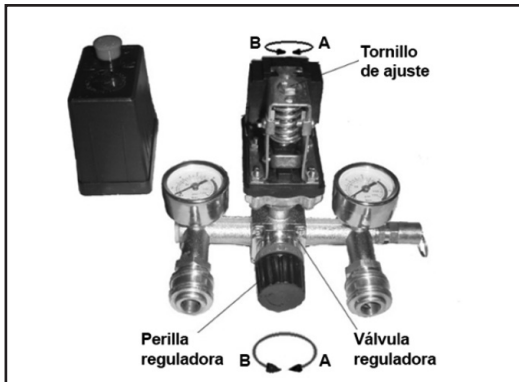

Fig. 3
Tan pronto como el motor se apaga, el aire comprimido en la tubería se descarga, debe liberarse a través de la válvula de liberación bajo el interruptor. Esta es la condición necesaria para reiniciar, o el motor se dañará. La presión nominal se puede ajustar girando el perno del interruptor (Fig. 3).
2. La presión de salida del aire comprimido puede ajustarse regulando la válvula. Levante la perilla de la válvula de regulación y gírela en el sentido de las agujas del reloj para aumentar la presión (fig.3).